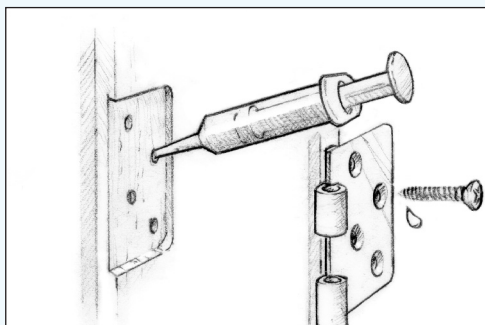

Figure 15 Imprégner un avant-trou standard et placer la fixation
1. Imprégnerez un avant-trou de taille standard et faites bien pénétrer le mélange résine/ durcisseur dans le trou avec une cure-pipe ou une seringue (*Figure 15*). Épaississez une seconde couche d'époxy autant que nécessaire pour les trous au filetage arraché ou les trous surdimensionnés.